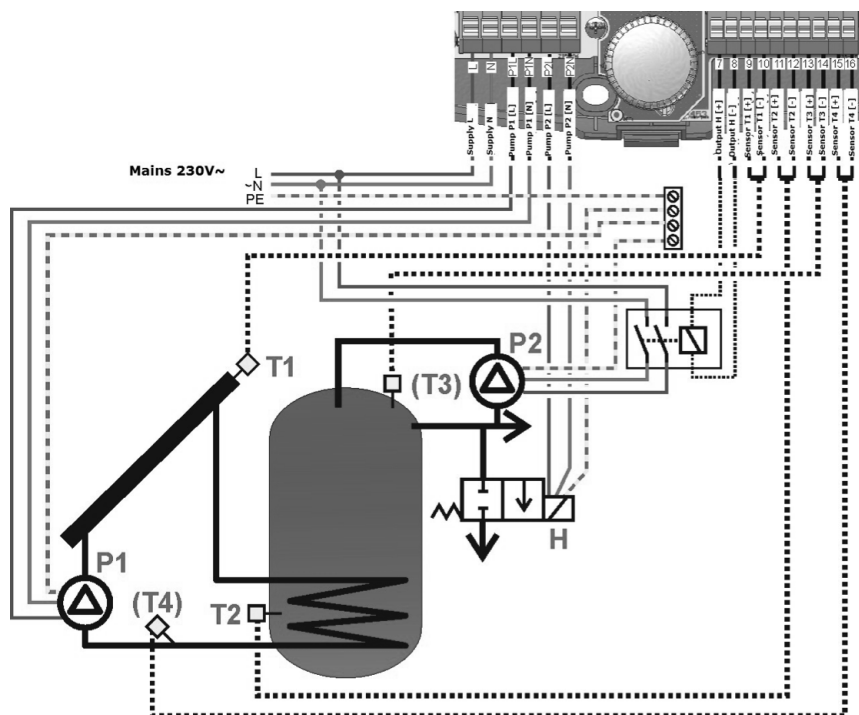

Fig. 18.3. Aplicarea schemei C
4. Descarcarea valvei bobinei conectata la iesirea P2 trebuie ajustata la ~230 voltage, vedeti Fig. 18.3, altfel valva va fi controlata indirect de un transmitter aditional.